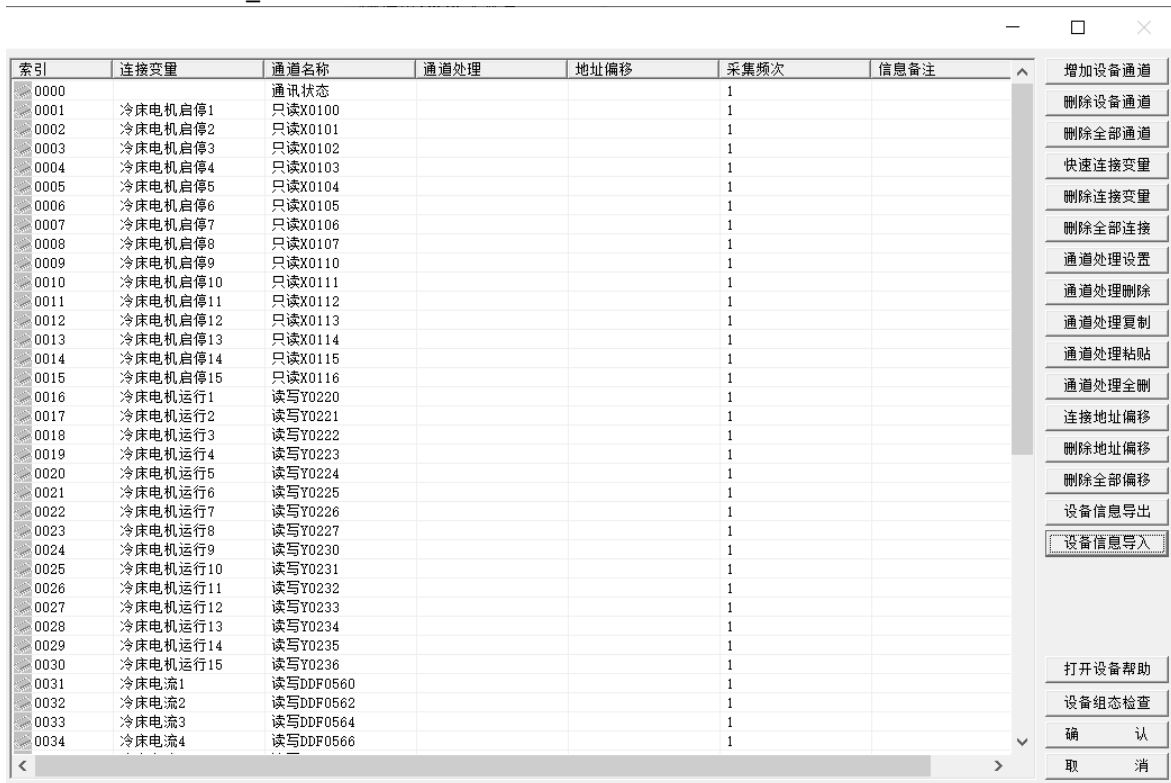

图 15.7-11 导入成功效果
- ⑥ 导入成功后，【FX3_ETHERNET】的【设备编辑窗口】如图 15.7-11 所示。